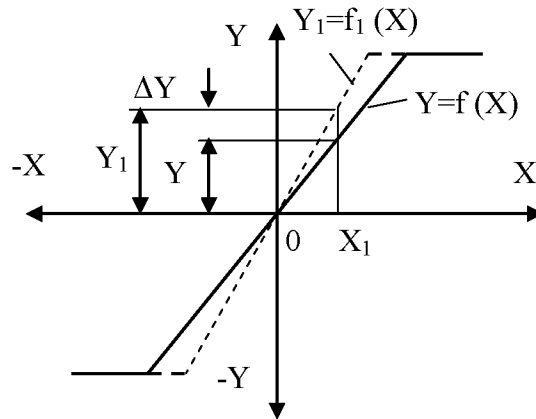

Рис. 3 Характеристика элемента. $Y = f(X)$ до возникновения погрешности $Y_1 = f_1(X)$ после возникн. погрешности
3) Погрешность — это изменение выходного сигнала, возникающее в результате изменения внутренних свойств элемента или изменения внешних условий его работы. Следует отметить, что в результате погрешности изменяется характеристика элемента (рис. 3).